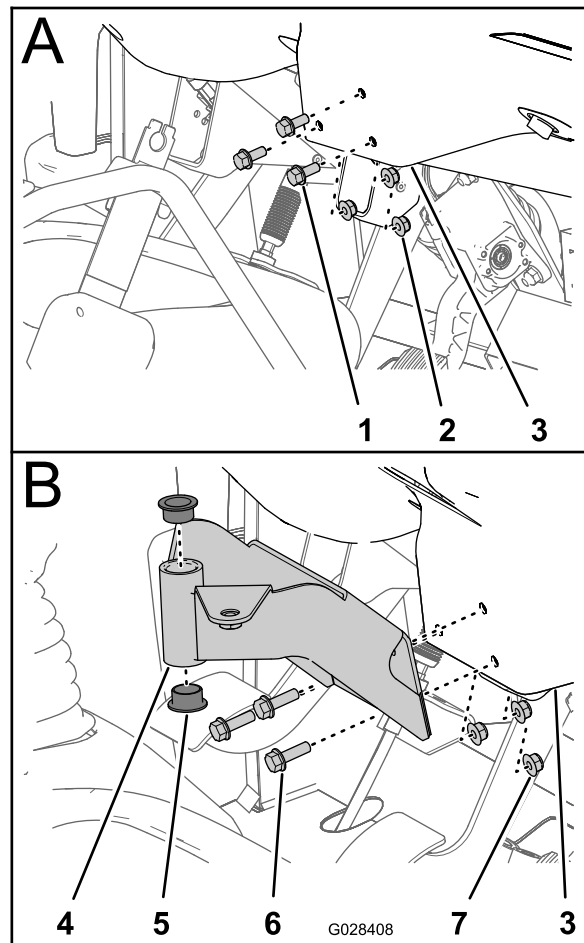

Figura 7
1. Rimuovete i 3 bulloni e i 3 dadi che fissano la parte centrale inferiore della plancia alla staffa di supporto del cruscotto (Figura 7).
2. Allineate i fori delle staffe di montaggio del quadro di comando con i fori sulla plancia e sulla staffa di supporto (Figura 7).
4. Serrate i dadi e i bulloni (Figura 7).
5. Inserite due boccole di plastica nella staffa di montaggio (Figura 7).